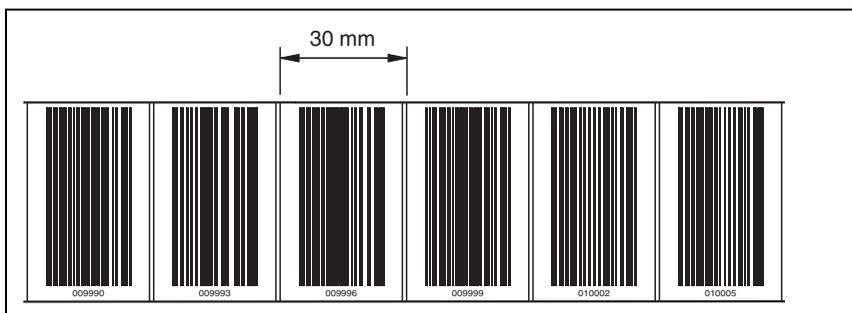

Figura 6.11: Controllo del risultato di stampa del kit di riparazione NCB
3. Controllare il risultato di stampa misurando la distanza tra due codici (vedi figura 6.11).